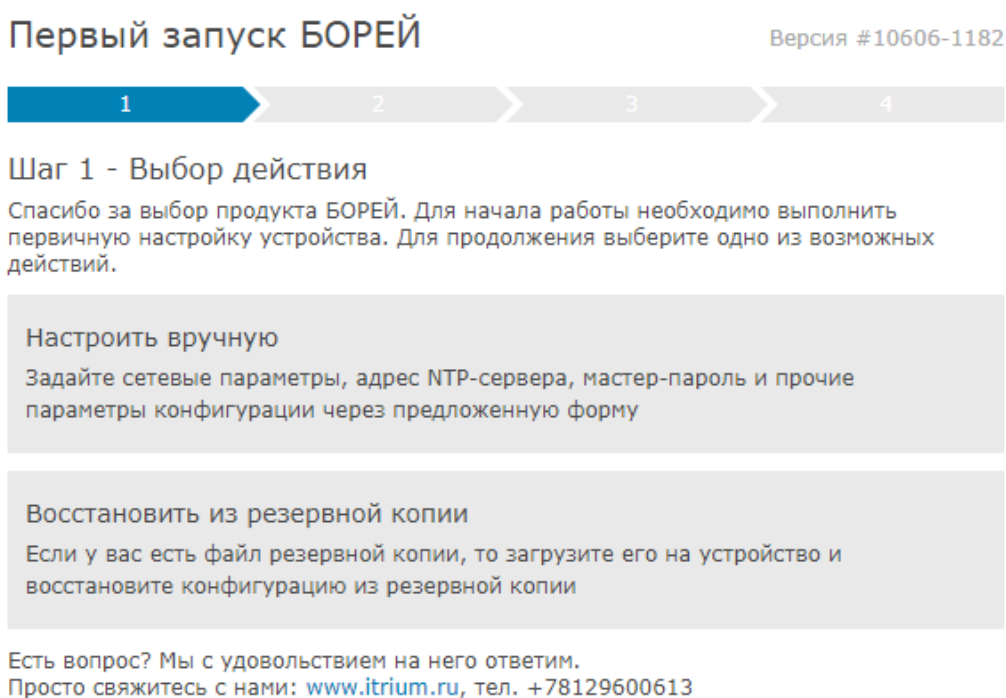

Рисунок 9.23 — Окно мастера первого запуска. Шаг 1
3. Введите в адресной строке браузера ip-адрес, указанный на наклейке на корпусе прибора, например, **10.200.1.125**, нажмите **Ввод** (Enter). Отобразится окно мастера первого запуска (рисунок 9.23).